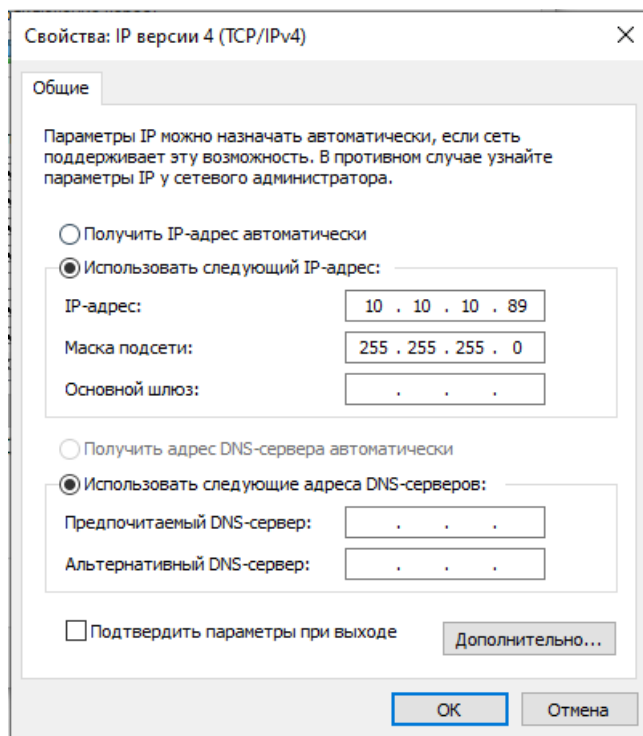

Рисунок 2 - Вид окна сетевых параметров ПК (Windows 10)
**ДОЛЖНЫ ОТЛИЧАТЬСЯ!** Например, в приборе установлен IP-адрес 10.10.10.90, а в сетевой карте должен быть - 10.10.10.89 (рис. 2).